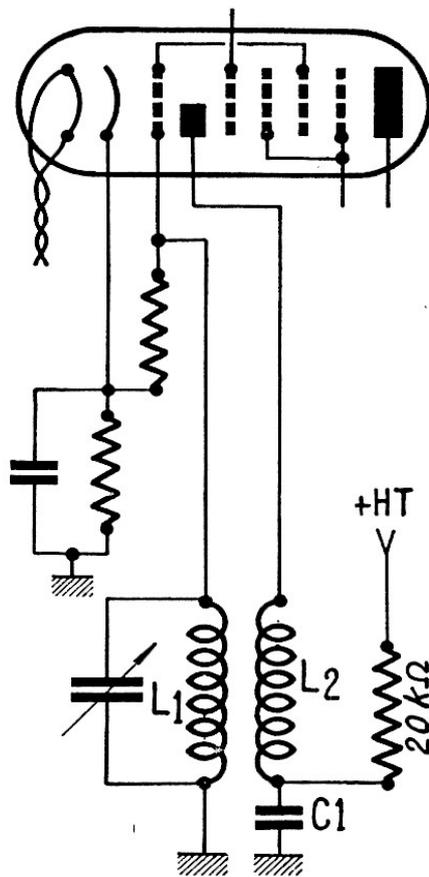

FIG. VII-10
e) Si l'on utilise un montage oscillateur à alimentation série (fig. VII-10), se méfier du condensateur C_1 placé à la base de la bobine d'entretien L_2 . Il doit opposer une réactance très faible au passage du courant HF ; sa valeur est, en général, de 0,1 μF , diélectrique papier, mais il est sage de le shunter par un bon condensateur *au mica* de 10 000 pF. D'ailleurs, on peut shunter